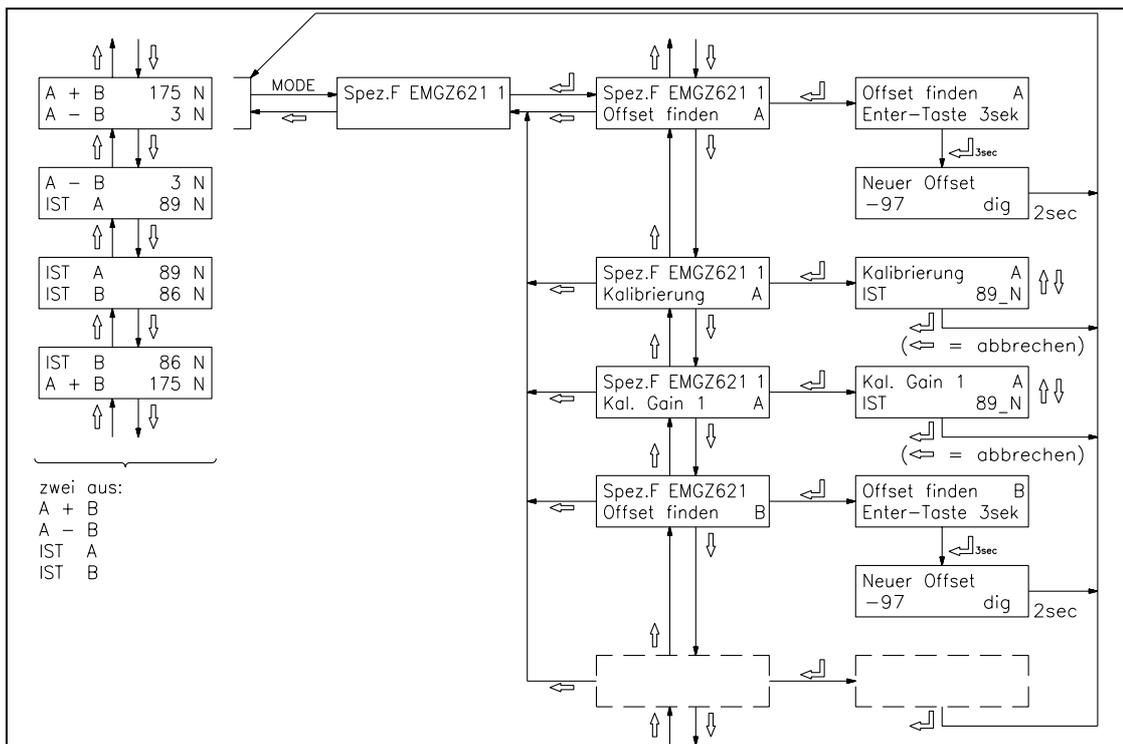

Bild 8: Hauptbedienebene EMGZ621A
- Taste MODE drücken. Mit den Tasten \uparrow \downarrow \leftarrow das Modul *Spez.F EMGZ621A 1* und die Spezialfunktion *Offset finden A* suchen und auswählen (Bild 8).
- Offset für Kanal A ermitteln durch Drücken der Taste \leftarrow während drei Sekunden (Bild 8). Die Elektronik berechnet automatisch den neuen Offset von Kanal A. Die Anzeige kehrt zurück ins Hauptbild.
- Beschriebenen Vorgang mit Spezialfunktion *Offset finden B* wiederholen (Bild 8). Die Elektronik berechnet automatisch den neuen Offset von Kanal B. Die Anzeige kehrt zurück ins Hauptbild.
- Taste MODE drücken. Mit den Tasten \uparrow \downarrow \leftarrow das Modul *Spez.F EMGZ621A 1* und die Spezialfunktion *Kalibrierung A* suchen und auswählen (Bild 8).
- Mit den Tasten \uparrow \downarrow die **der Hälfte des Gewichtes** entsprechende Kraft einstellen in der Anzeige und Eingabe abschliessen mit Taste \leftarrow (Bild 8). Die Elektronik berechnet automatisch den neuen Gain-Faktor A. Die Anzeige kehrt zurück ins Hauptbild.
- Beschriebenen Vorgang mit Spezialfunktion *Kalibrierung B* wiederholen (Bild 8). Die Elektronik berechnet automatisch den neuen Gain-Faktor B. Die Anzeige kehrt zurück ins Hauptbild.